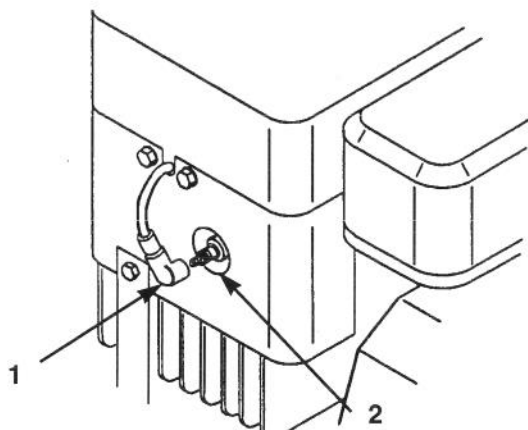

Bild 22
3. Den/die Zündkerzenstecker abziehen (Bild 22). Jetzt den Bereich um die Kerze reinigen, um Eindringen von Schmutz in den Motor und möglichen Motorschäden vorzubeugen.
3. Den Zündkerzenstecker aufschieben (Bild 22).